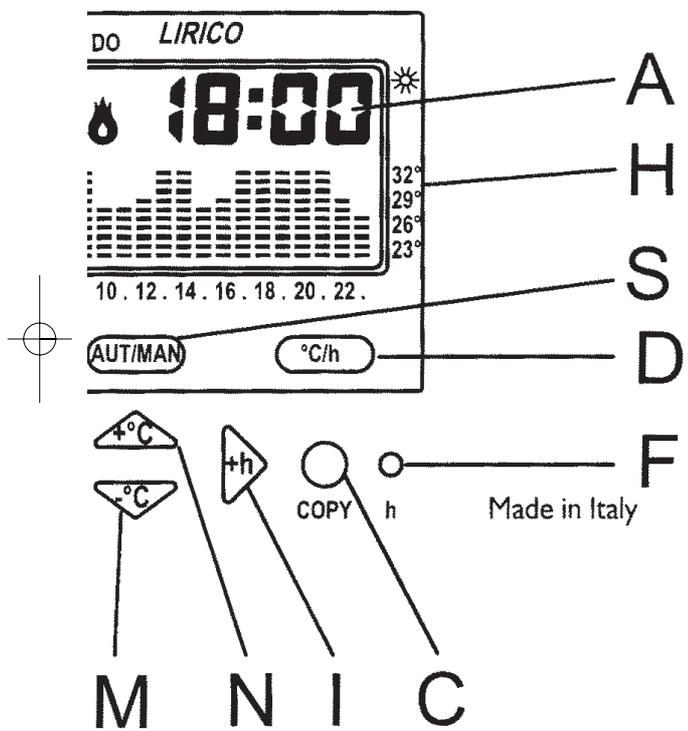

Fig.7
LIRICO è dotato di due soglie di scarica delle batterie. Superata la prima soglia compare il simbolo BAT (fig.7) mentre l'apparecchio continua a funzionare regolarmente. Al raggiungimento della seconda, **LIRICO** blocca completamente le sue funzioni di termoregolazione mentre il display presenta so-
The insert of the mini-batteries on the apposite frontal space of the chronothermostat, is simple, if you follow the design and writings on the top of it (fig.6). Two battery run-down thresholds are provided inside the **LIRICO**. When the first threshold is overcome, the symbol BAT (fig.7) will appear while the appliance will carry on working as usual. When the second thresholds is reached, **LIRICO** completely stop the thermoregulation functions, while the display will only show the time, the day and the battery run-down symbol (BAT) will flash. During the battery changing operation, data will be kept stored for 10 minutes with the power off.
Per accedere facilmente a tutte le funzioni di programmazione del cronotermostato, è necessario aprirlo, facendo ruotare verso il basso la placca. Sul frontale del **LIRICO** saranno ora disponibili tutte le funzioni necessarie alla programmazione (fig.7). Particolare fondamentale dell'apparecchiatura è il display grafico che presenta un diagramma composto da 24 colonne rappresentanti le ore della giornata; l'altezza di ogni colonna indica la temperatura programmata per quell'ora. Il segmento in alto a sinistra (T in fig.7),
muovendosi in corrispondenza delle scritte sopra esso, indica il giorno al quale si riferisce il programma. In alto a destra (A in fig.7) durante la programmazione viene visualizzata la temperatura programmata, durante il funzionamento normale vengono visualizzati alternativamente, premendo il tasto D di fig.7, l'ora o la temperatura ambiente.
Dopo aver eseguito correttamente l'installazione e alimentato il cronotermostato, posizionare il selettore R di fig.7 su ❄ per il comando di apparecchiature di riscaldamento o su ☀ per il comando di apparecchiature di raffreddamento. **LIRICO** appena alimentato presenta un diagramma standard di utilizzo, mentre l'orologio parte dall'ora 00.00 di Lunedì (LU).
Per modificare il programma standard portarsi al giorno desiderato mediante il tasto DAY (E in fig.7), e variare il grafico giornaliero utilizzando i quattro tasti centrali disposti a croce; due dei quali (L, I in fig.7) spostano il cursore orizzontalmente lungo l'asse delle ore, mentre gli altri due (N, M in fig.7) variano la temperatura impostata (visualizzata sul display numerico).
- Premendo il tasto **DAY** (E in fig.7) si passa al giorno seguente visualizzando il programma memorizzato (se non esiste verrà visualizzato il grafico standard) che potrà venire modificato come descritto precedentemente.
- Copiando il giorno appena programmato nel giorno successivo premendo il tasto **COPY** (tasto C fig.7).
Terminata la programmazione dell'intera settimana non resta che mettere in passo l'ora ed il giorno premendo, mediante uno strumento appuntito, i due tasti a scomparsa **h** e **day** (F e G in fig.7).
At this point all the functions are discovered on the frontal part as Fig. 7.
The main feature of this appliance is the graphic display, which shows a diagram comprising 24 columns representing the hours of the day; each column height indicates the temperature programmed for that particular hour. The segment at the top on the left (T in fig.7) moves along the writing directly above to indicate the day concerned by the program. The programmed temperature is displayed at the top on the right (A in fig.7) during programming; while the time and ambient temperature are displayed alternatively by pressing the key D in fig.7, during normal operation. Once the chronothermostat has been correctly installed and powered, switch the selector R of fig.7 on  for the command of heating equipments, or on  for the command of conditioning equipments.
To modify the standard program, use the DAY key (E in fig.7) to move along to the right day and change the daily display using the four centre keys forming a cross; two of these (L, I in fig.7) move the cursor horizontally along the hour axis, whereas the two (N, M in fig. 7) vary the set temperature (shown on the numerical display).
-Press the DAY key (E in fig. 7) to move on to the following day and display the stored program (if there is none, the standard display will be shown), which can be modified as previously described.
-Copy the day just programmed into the following one using the COPY function (C key in fig.7).
day by pressing the two h and day hideaway keys (F and G in fig.7) which can be done with the help of a pointed instrument. By this moment **LIRICO** starts its regular function indicating each load insertion (heating or conditioning) by the starting of the flame symbol on the display (fig.7).
Premendo il pulsante S di fig.7 il cronotermostato entra nel funzionamento manuale. Il grafico si spegne (anche se rimane memorizzato) e si accende il simbolo della mano (fig.7). Ora **LIRICO** si comporta come un semplice termostato ambiente dove la regolazione avviene impostando la temperatura con i tasti **+°C** e **-°C** (N, M in fig.7). La temperatura impostata, leggibile sul display, verrà mantenuta fino a che non si uscirà dal funzionamento manuale, premendo nuovamente il pulsante S di fig.7.
Pressing the key S of the fig. 7 is moved to the manual position, the chronothermostat starts operating manually by switching the display off (but keeping the information stored) and lighting the hand symbol (fig.7).
From now on, **LIRICO** will function like an ordinary ambient thermostat where the setting is carried out by selecting the temperature using the **+C°** and **-C°** keys (N, M in fig. 7). The set temperature, which can be read on the display, will be kept until the manual operation is switched off and pressing again the key S of fig. 7. The manual operation can be used as an **ANTI-FREEZE FUNCTION** by setting the programmed temperature to 5°C so as to avoid damage to the hydraulic system from freezing.
Premendo il pulsante Q di fig.7, **LIRICO** manterrà attiva solo la funzione orologio disattivando tutte le altre funzioni. Nel caso sia necessario regolare l'o-
orologio, riaccendere il cronotermostato premendo nuovamente il tasto Q, dopo di che attraverso il tasto h a scomparsa (F in fig.7), provvedere alla regolazione.
*Pressing the Q key in fig. 7, **LIRICO** will only keep active the clock function on, and deactivated all other functions. When the clock needs to be set, re-switch the chronothermostat pressing again the Q key, and then by means of the hideaway h key, (F in fig. 7), provide to the regulation.*